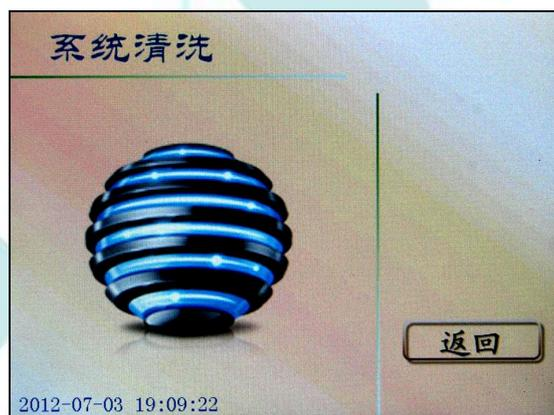

图 7 系统清洗页面
3. 在图 6 所示页面下，打开油样测定暗室盖，用手轻轻拨动油杯盘，使废液杯位孔偏离滴定位置。取一只油杯放入废液杯位孔内，按 **系统清洗** 键系统将自动进行萃取和中和管路的清洗，废液杯将承接清洗废液。系统清洗页面如图 7 所示。